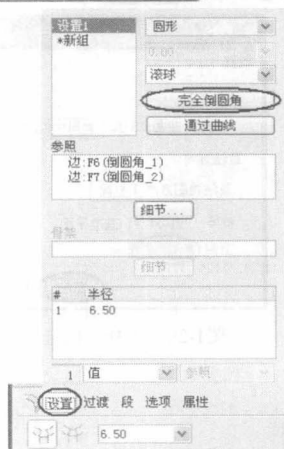
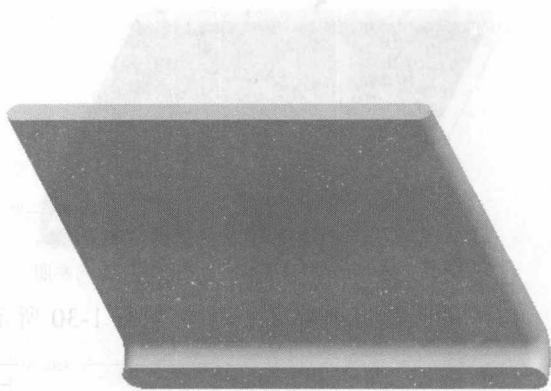

图1-21 设置完全倒圆角选项
图1-22 产生圆角
12. 在如图 1-21 所示的倒圆角特征操作栏中选择【设置】命令，单击 **完全倒圆角** 按钮，单击 ☒ 按钮，结果如图 1-22 所示。